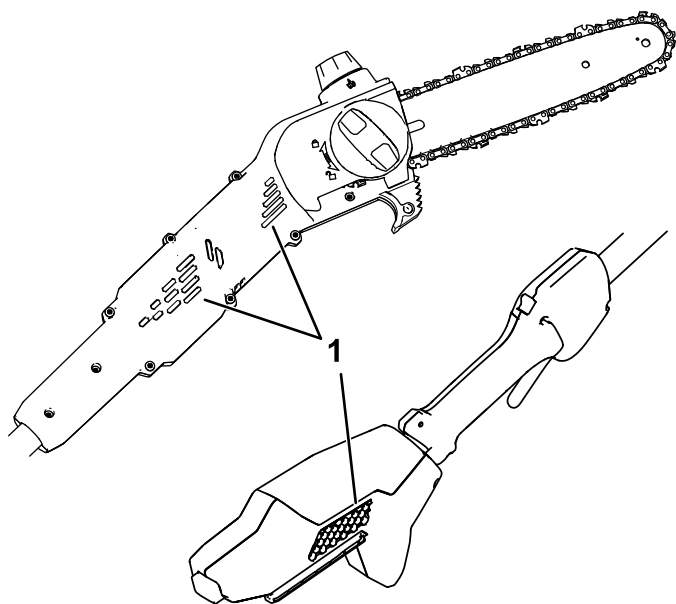

Figura 9
1. Assicuratevi che gli sfianti sulla sega a palo siano privi di polvere e detriti (Figura 9).